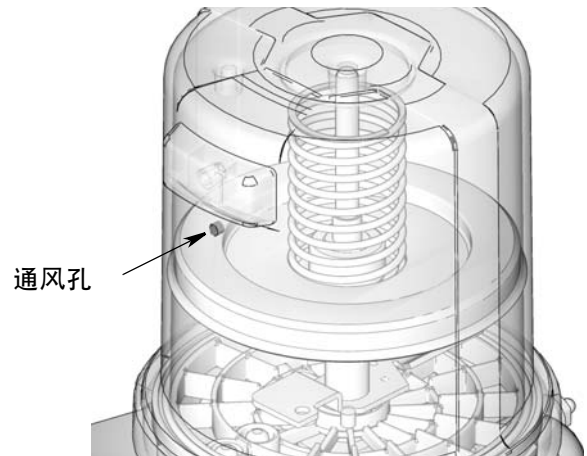

图 24
3. 将滑脂注入液箱，直至从动板的密封破坏了通风孔 (图 24)，大多数空气从液箱中排出。